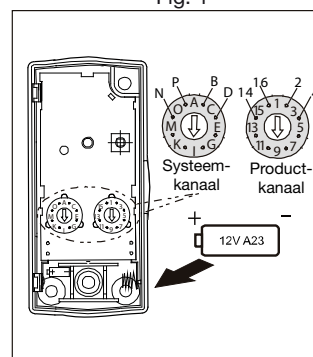

Fig. 2
2. Stel de kanaalkeuze in met een schroevendraaier. Fig. 2.